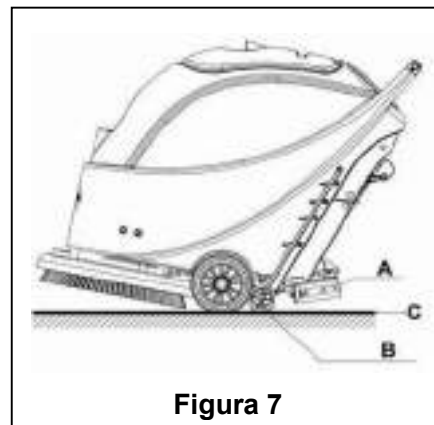

Figura 7
- Rilasciare l'interruttore di sicurezza (1) per interrompere la spazzola/cuscinetto e l'elettrovalvola.
- Premere l'interruttore dell'aspiratore (39) in posizione "O"; l'aspiratore ritarderà di 5 secondi prima di interrompersi.
- Premere l'interruttore di controllo del diffusore d'acqua (40) in posizione "O" per interrompere completamente il funzionamento dell'elettrovalvola.
- Premere l'interruttore (38) in posizione "O" e disonnettare il cavo di alimentazione dalla presa di alimentazione.
- Usare la maniglia di sollevamento del tergilavaggio (14) per sollevare il tergilavaggio.
- Afferrare il manubrio (2) e gentilmente rovesciare all'indietro l'apparecchio finché la ruota di guida (B) non tocca il pavimento. Vd. **Figura 7**.